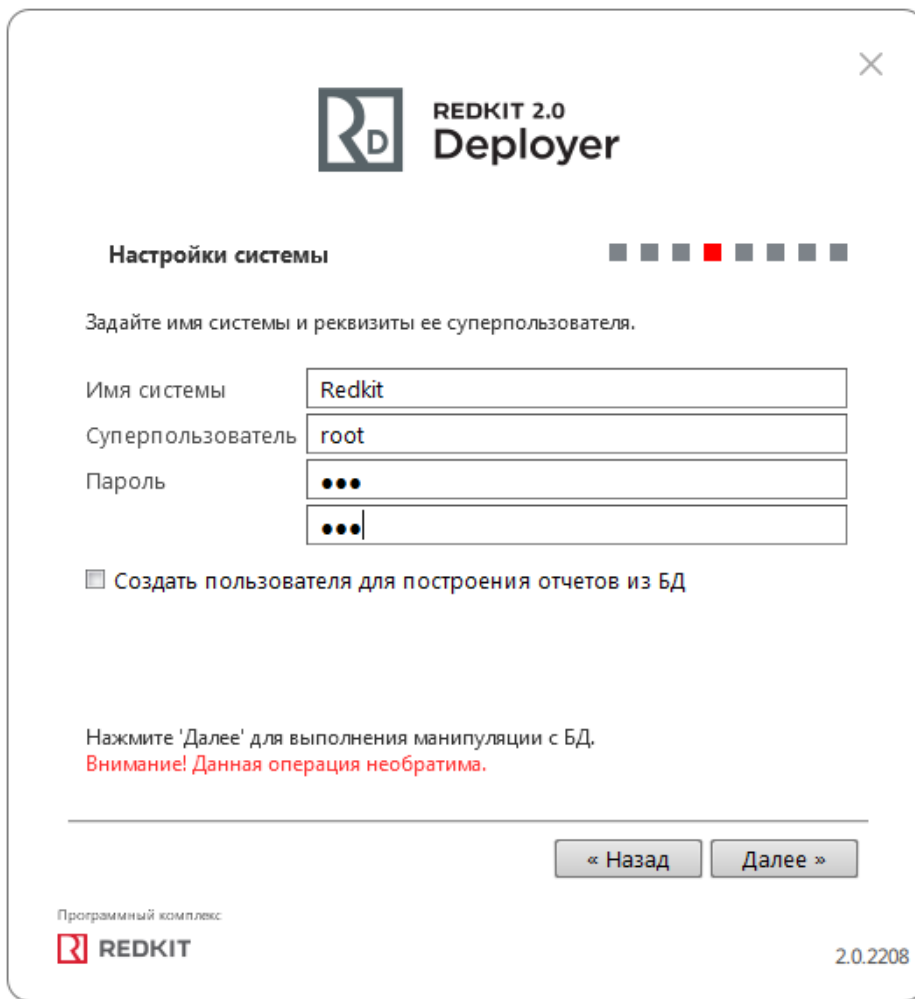

Рисунок 124 - Настройка системы
12. Задайте пароль суперпользователя root системы Redkit и нажмите **Далее** (Рисунок 124).